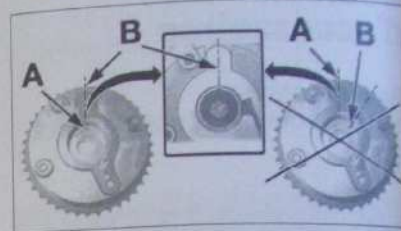

Fig. 7
- Vérifier que le repère (A) est aligné avec l'axe du bossage (B) (Fig.7).